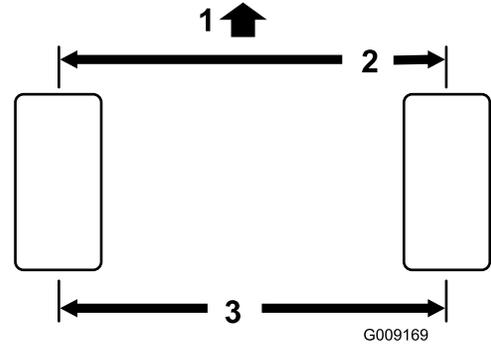

Figura 68
- Misurate l'interasse (all'altezza dell'assale) sulla parte anteriore e posteriore dei pneumatici di sterzo (Figura 68).